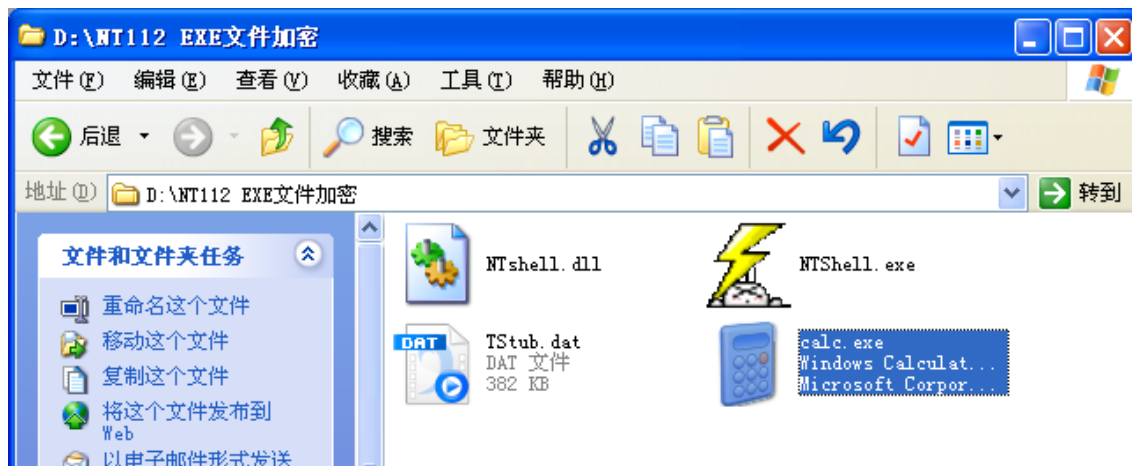

图 7.4 把要加密的 EXE 文件放到 NTShell 工作目录下
2. 把要加密的EXE文件复制到“D:\NT112 EXE文件加密”目录下，例如图7.4中的calc.exe文件。